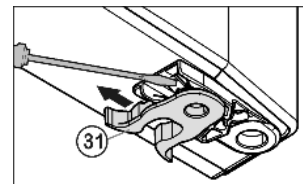

Fig. 8
- ▶ Premještanje opružne stezaljke Fig. 8 (31): Pritisnite osigurač prema dolje, prevucite opružnu stezaljku preko njega.